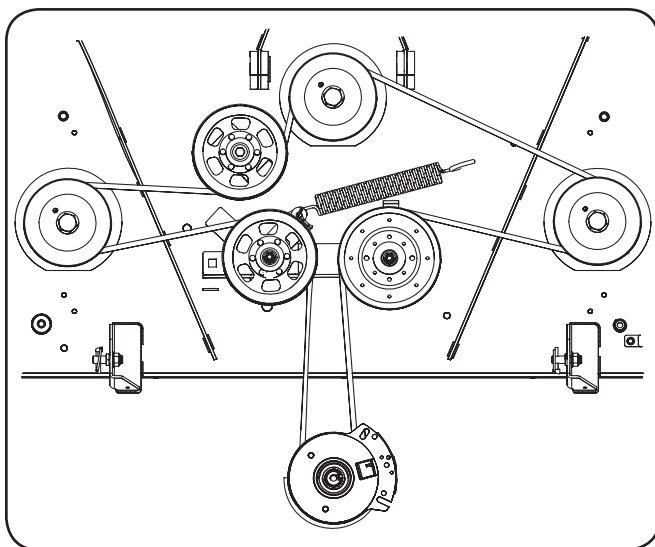

Figura 7-9
6. Coloque la correa alrededor de las poleas locas que extrajo en el paso 3 con el lado en "V" orientado hacia adentro. Una vez que todo esté en su lugar, vuelva a colocar los elementos de ferretería y ajuste la tuerca de seguridad con brida para sujetar el conjunto. Vea la Figura 7-9.
7. Pase la correa como se indica en la Figura 7-9 y vuelva a instalar la plataforma (consulte Instalación de la plataforma en la página 30).